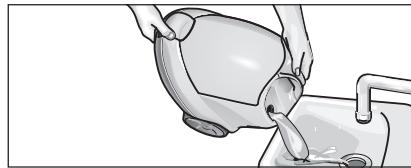

Fig.13: Pulizia della caldaia
- Riempire la caldaia con acqua e scuotere energicamente (in modo tale che si stacchi-no i residui di calcare che si sono depositati sul fondo della caldaia). Infine vuotare l'acqua, capovolgendo l'apparecchio verso l'angolo con l'imbuto di riempimento (si veda fig. 13).
- Vuotare completamente dalla caldaia l'acqua residua (Fig. 13).